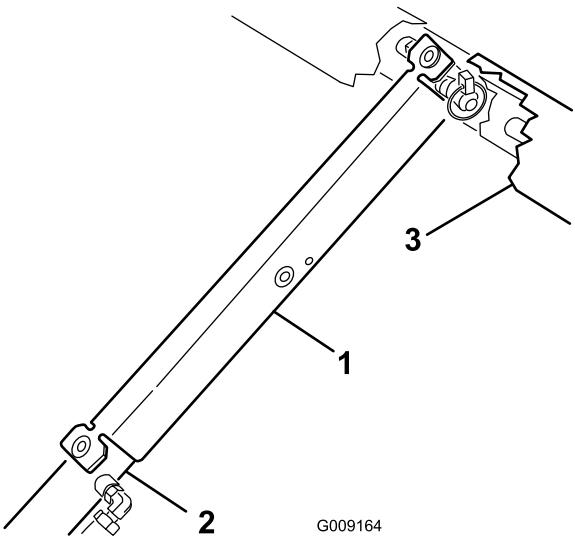

Figura 15
10. Spingete il supporto del pianale sull'asta del cilindro, assicurandovi che le alette alle estremità del supporto poggiino sull'estremità della canna del cilindro e sull'estremità dell'asta del cilindro (Figura 15).